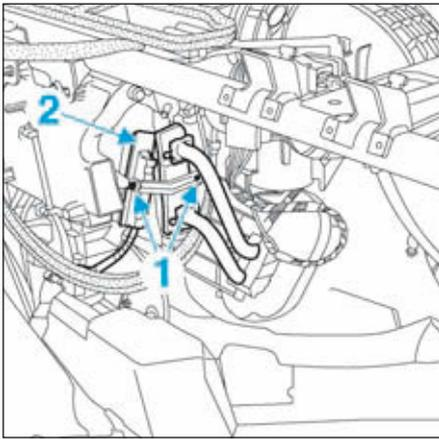

FIG.6
- Déposer les vis de fixation (1) du maintien des canalisations du radiateur de chauffage (Fig.6),
- Déposer les résistances de chauffage habitacle (2).